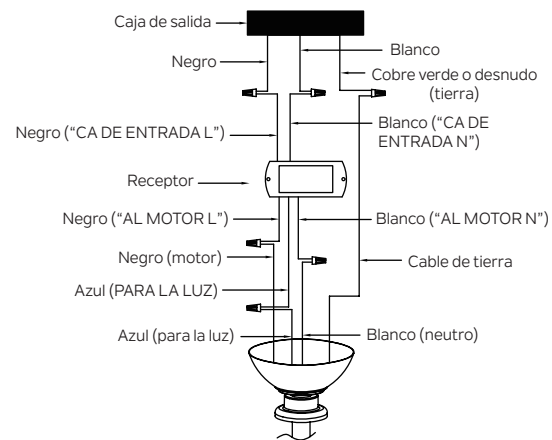

Figura 14
Paso 2. Conexiones eléctricas del motor al receptor: Conecte el cable NEGRO del ventilador al cable NEGRO marcado "AL MOTOR L" del receptor. Conecte el cable BLANCO del ventilador al cable BLANCO marcado "AL MOTOR N" del receptor. Conecte el cable AZUL del ventilador al cable AZUL marcado "PARA LA LUZ" del receptor. Fije todas las conexiones de cables con los conectores de cable de plástico provistos. (Figura 14)
Paso 3. Conexiones eléctricas del receptor remoto a la caja de salida: Conecte el cable NEGRO (vivo) del techo al cable NEGRO marcado "CA DE ENTRADA L" del receptor. Conecte el cable BLANCO (neutro) del techo al cable BLANCO marcado "CA DE ENTRADA N" del receptor. Fije todas las conexiones de cables con los conectores de cable de plástico provistos. (Figura 14)
Paso 4. Si su caja de salida tiene un cable de tierra (de cobre verde o desnudo) conéctelo a los cables de tierra del ventilador; de lo contrario, conecte el cable de tierra del ventilador al soporte de montaje. Fije la conexión del cable con una tuerca de plástico proporcionada. Después de conectar los cables, sepárelos de modo que los cables verde y blanco estén en un lado de la caja de salida y los cables negro y azul en el otro lado. (Figura 14)